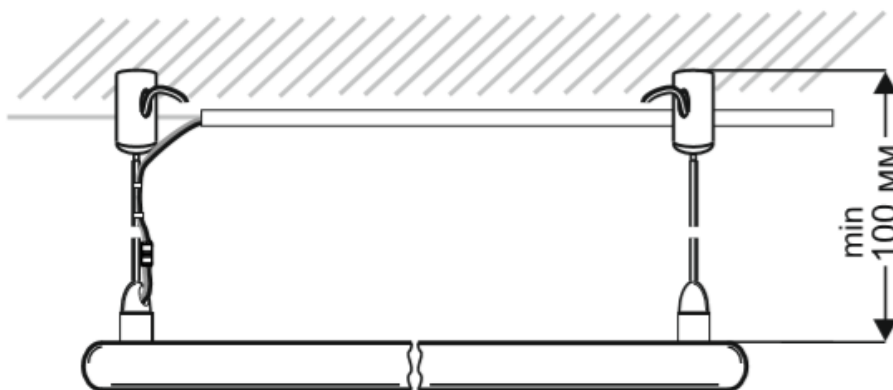

Рисунок 2 - Подвес IRS-G042-54 на штатные кронштейны
3. При подвесе на штатный монтажный комплект, вернуть шуруп-кольцо и подвесить за звенья цепей обогреватель (рисунок 2). При подвесе на жесткие кронштейны (приобретаются отдельно), установить обогреватель между кронштейнами (при этом винты должны войти в пазы кронштейнов).